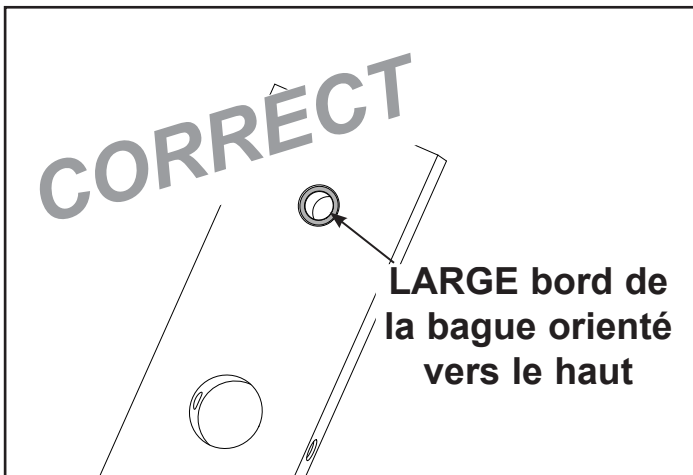

Figure 1A
- M. Aligner soigneusement la plaque de poids sur les tiges guides et l'abaisser lentement. **REMARQUE** : Lorsque vous installez les plaques de poids, positionnez-les de sorte que les larges bords des bagues soient orientés vers le haut et les bords étroits des bagues soient orientés vers le bas. Reportez-vous aux figures 1A et 1B.